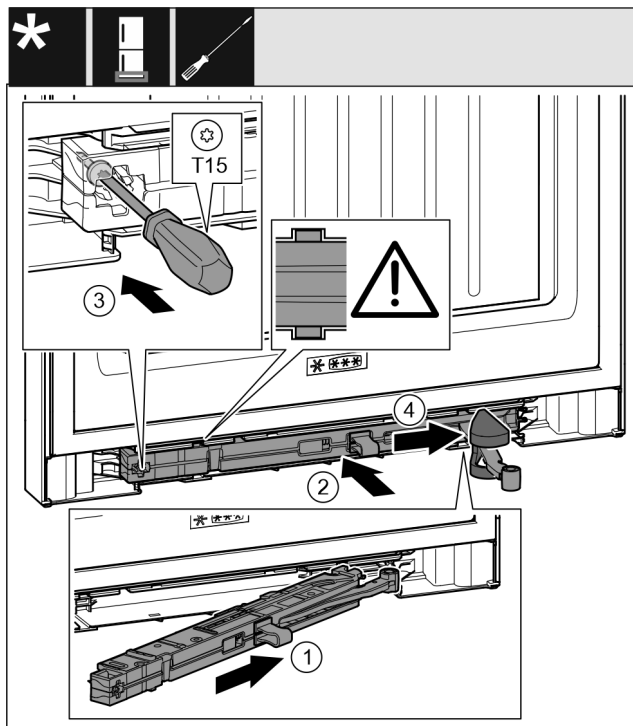

Fig. 40
- Iebīdiet slīpi durvju amortizatora mezglu Fig. 40 (1) gultņa balsta pusē līdz galam padziļinājumā.
- Iebīdiet durvju amortizatora mezglu Fig. 40 (2) pilnīgi padziļinājumā.
- Pieskrūvējiet skrūvi Fig. 40 (3) ar skrūvgriezi.
- Uzbīdiet pārsegu Fig. 40 (4) pāri šarnīram.